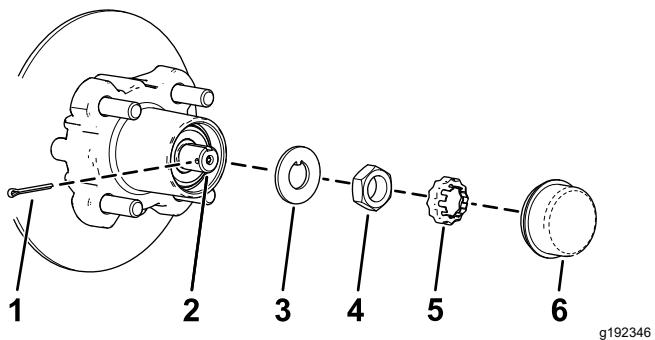
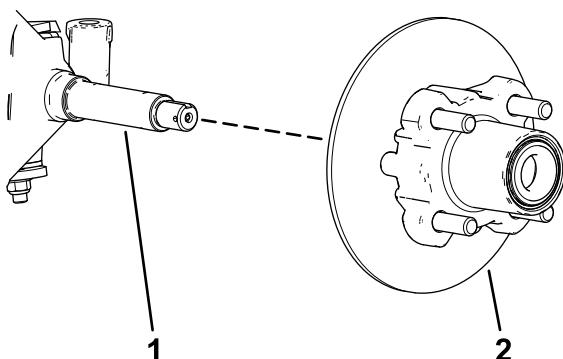

Рисунок 33
Рисунок 34
4. Снимите пылезащитную крышку со ступицы (Рисунок 33).
5. Снимите шплинт и держатель гайки с оси и гайки оси (Рисунок 33).
6. Снимите гайку оси с оси и отделяйте ступицу и тормозной диск в сборе от оси (Рисунок 33 и Рисунок 34).